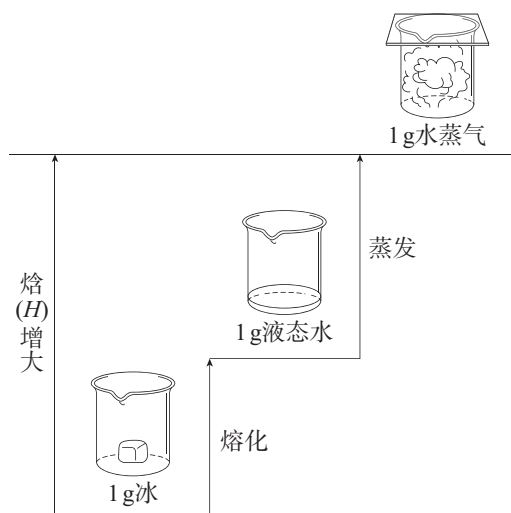

图 1-6 水的聚集状态变化时的焓变示意图
2. 需注明反应物和生成物的聚集状态。因为物质的聚集状态不同时，它们所具有的内能、焓也均不同。例如，冰熔化为水时，需要吸收热量；水蒸发为水蒸气时，也需要吸收热量（如图 1-6）。因此， H_2 与 O_2 反应生成 1 mol $\text{H}_2\text{O}(\text{l})$ 与生成 1 mol $\text{H}_2\text{O}(\text{g})$ 时所放出的热量是不同的。